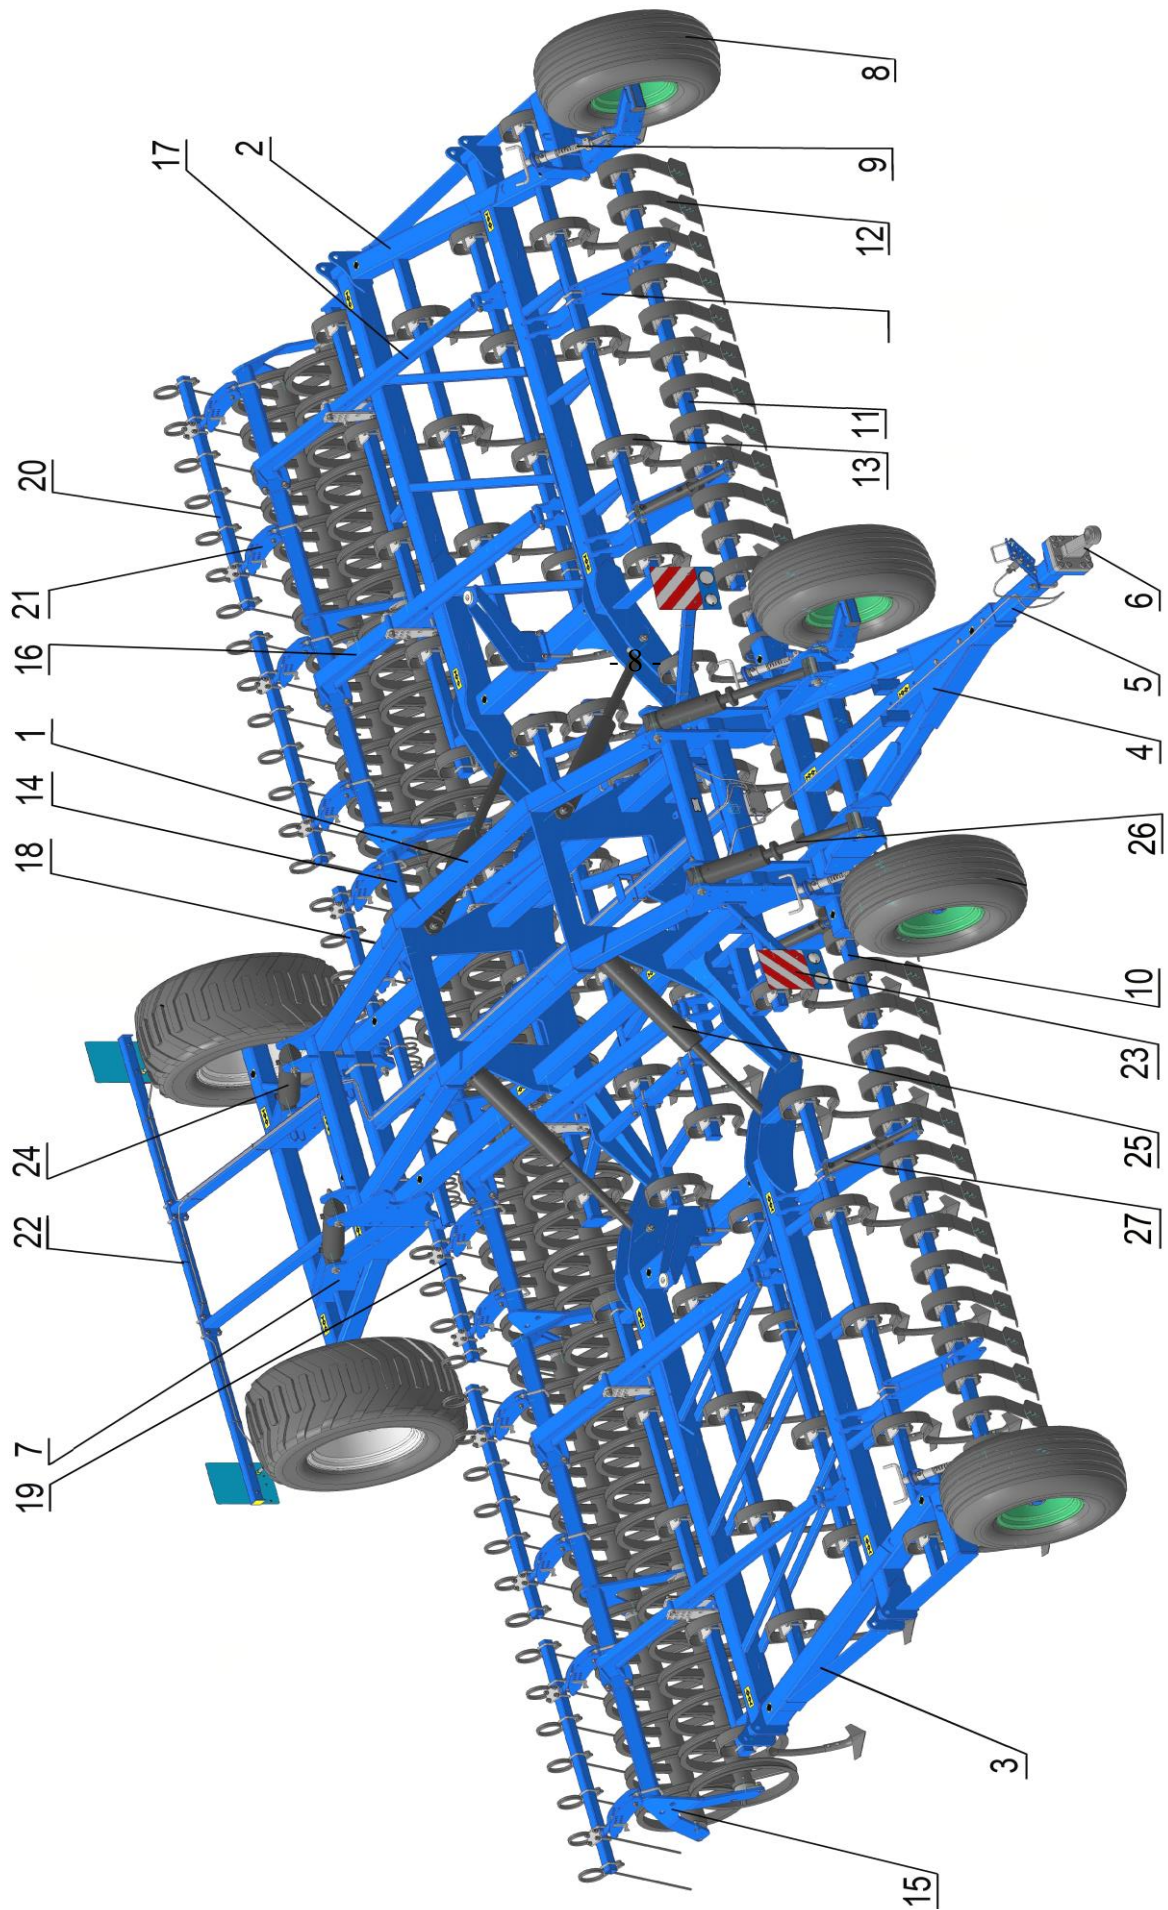

Рисунок 2 - Культиватор прицепной универсальный КПУ-9 (в рабочем положении)
2.9 Складывание боковых секций обеспечивает транспортные габариты культиватора во время переездов по дорогам общего пользования. Транспортная ширина культиватора 3 м. Сигнальные щитки с габаритными огнями и светоотражателями, установленные спереди и сзади культиватора поз. 19 и 20 (рисунок 2), обеспечивают безопасную транспортировку по дорогам общего пользования, а также в условиях плохой видимости.
2.10 При переводе культиватора в транспортное положение с помощью гидравлики и гидроцилиндров поз. 24 (рисунок 2) опускается подкат транспортных колес поз. 7. При этом, центральная рама поз. 1 с крыльями поз. 2 и 3 и навешанными на них рабочими органами поднимаются вертикально вверх. Затем с помощью гидравлики и гидроцилиндров поз. 25 крылья с навешанными на них рабочими органами поднимаются вверх под углом 90° относительно рамы. Краны, установленные в ветви гидросистемы крыльев, перекрывают поступление масла в штоковую полость гидроцилиндра поз. 25 и, тем самым, исключается возможность самопроизвольного опускания крыльев во время переездов.